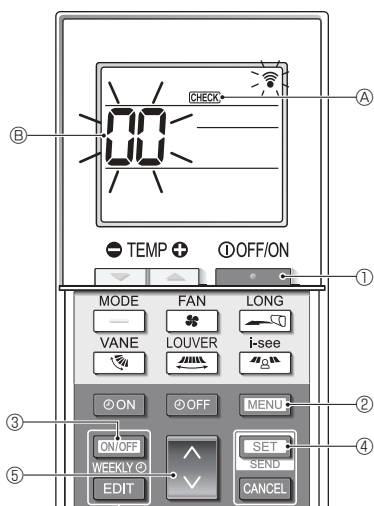

Fig. 7-6
■ Autokontrola (Fig. 7-6)
- Nacisnąć przycisk ①, aby wyłączyć klimatyzator.
- Jeśli programator tygodniowy jest włączony (jest wyświetlana ikona **WEEKLY**), należy nacisnąć przycisk ③, aby go wyłączyć (nie jest wyświetlana ikona **WEEKLY**).
- Nacisnąć przycisk ② na 5 sekund.
- Nacisnąć przycisk ⑤, aby wybrać adres czynnika chłodniczego (adres M-NET) ⑥ jednostki wewnętrznej, dla której ma zostać przeprowadzona autokontrola.
- Nacisnąć przycisk ④.
- Nacisnąć przycisk ①.
- Ikona **CHECK** ④ i adres czynnika chłodniczego (adres M-NET) ⑥ znikną i autokontrola zostanie zakończona.